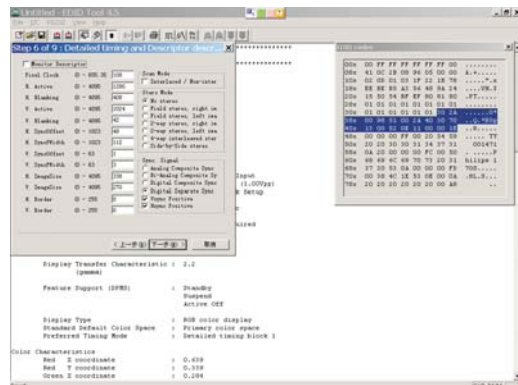

Fig. 15
5. Click Next, bring up Fig. 15.